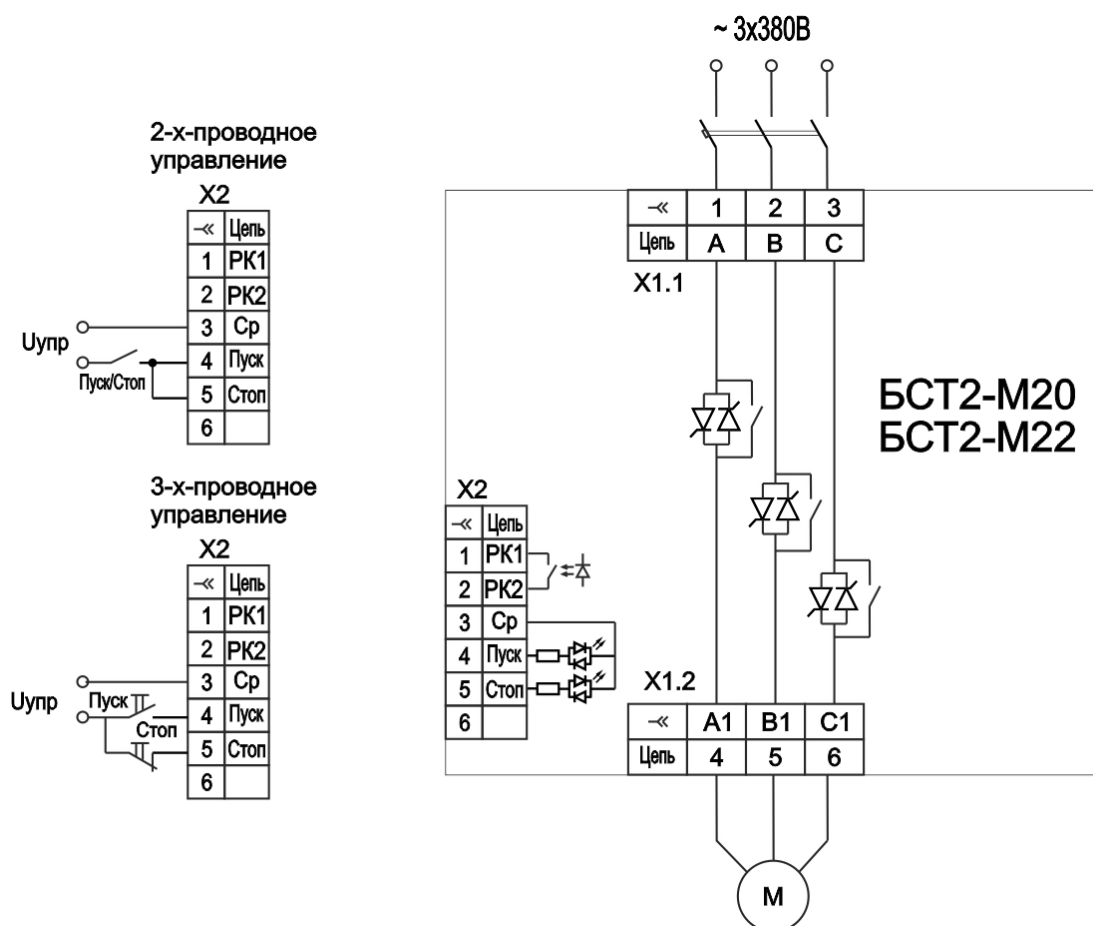

Рисунок 3 – Пример схемы подключения
1.6.6 Пример схемы подключения приведен на рис. 3.